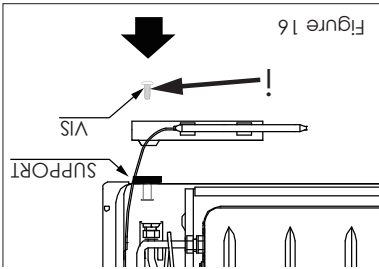

Figure 16
2. Placez le capteur du thermostat sous le bas à droite du support et fixez-le avec la vis moyenne (I) qui fixent l'appareil au support comme indiqué dans les figures 16 et 17